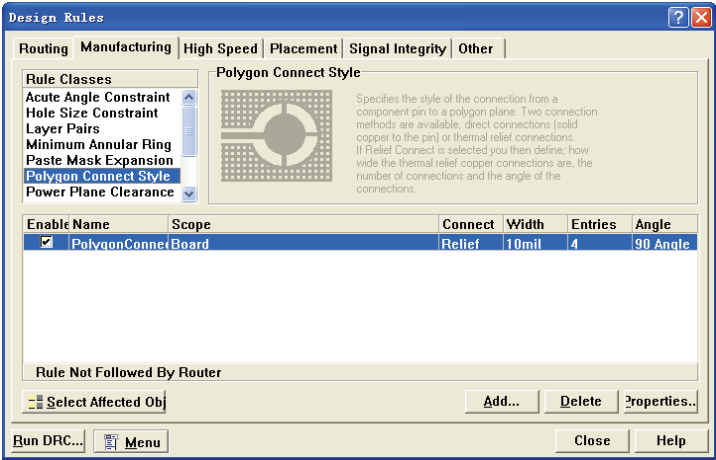
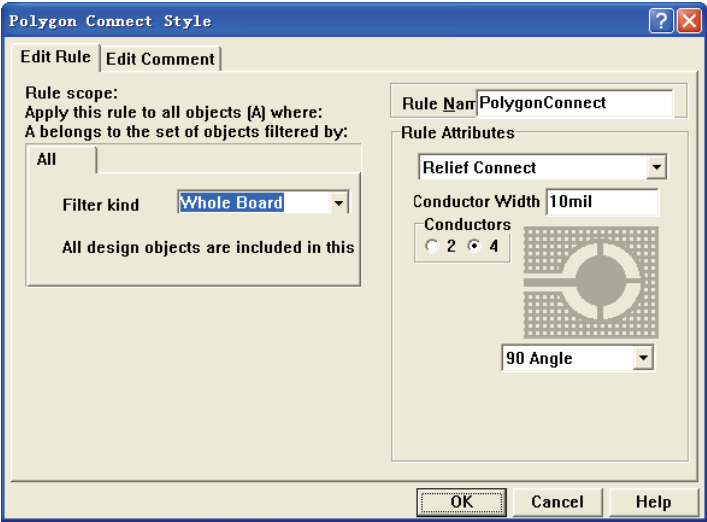

图 8-63 “Polygon Connect Style” 规则设置选项
图 8-64 “Polygon Connect Style” 规则属性对话框
- “Polygon Connect Style” 选项（焊盘与覆铜连接类型规则）：该项规则描述了元件引脚焊盘与多边形覆铜之间的连接类型，如图 8-63 所示。单击 **Properties..** 按钮，系统弹出属性设置对话框，如图 8-64 所示。